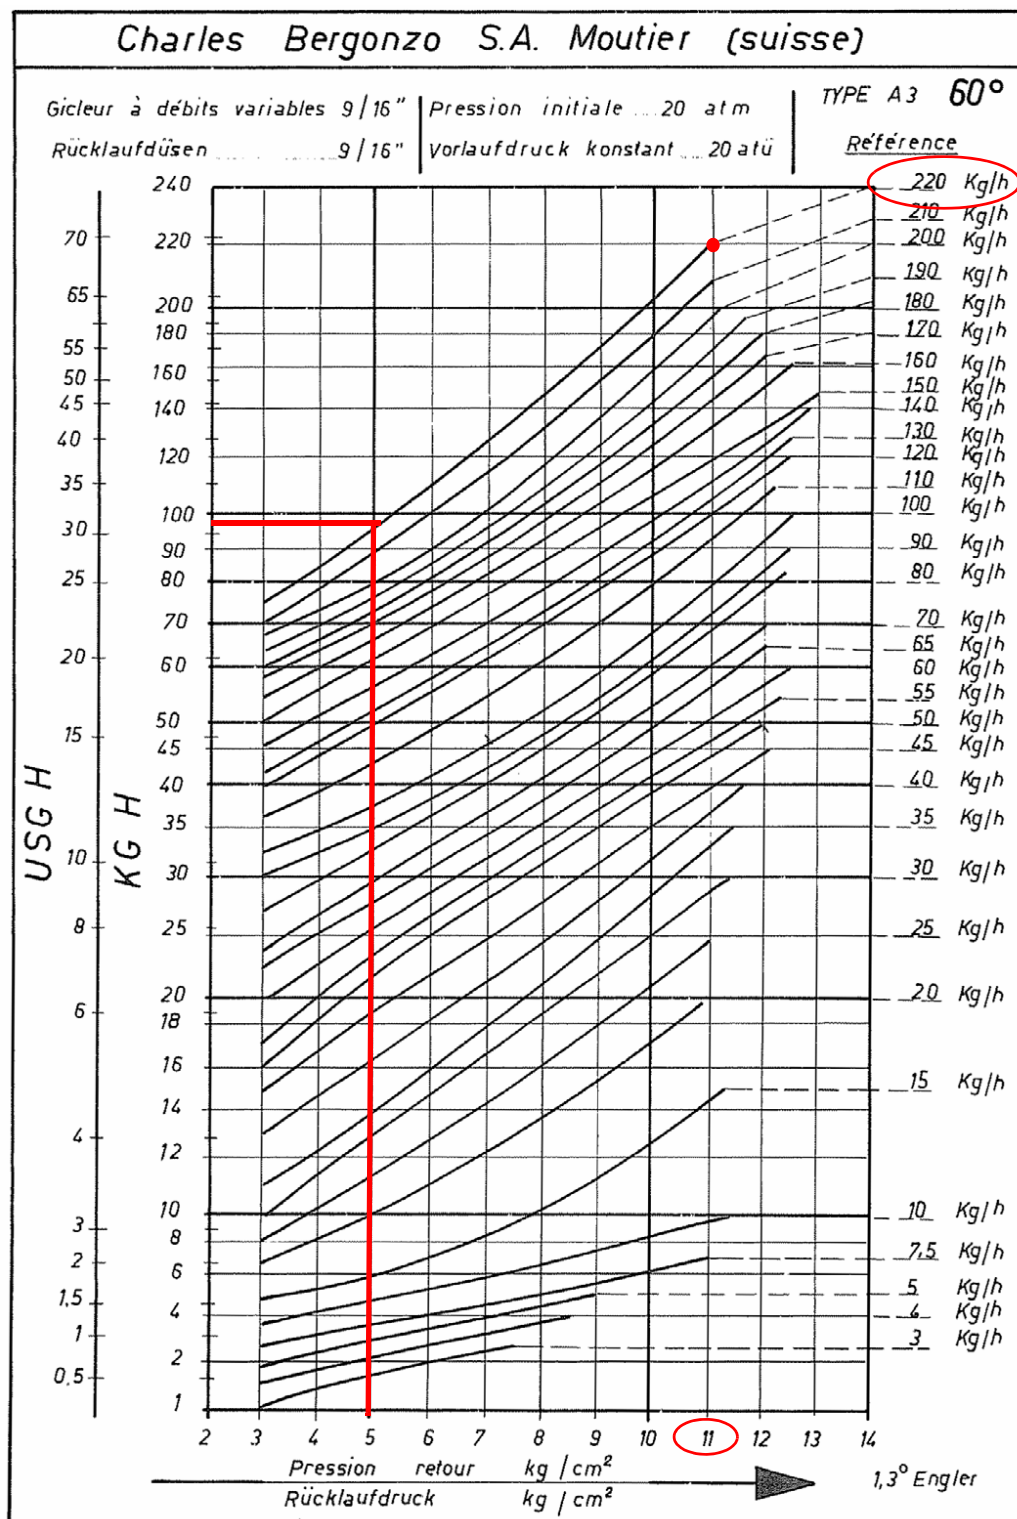

Рис. 33
Расход дизельного топлива регулируется за счет выбора форсунки (противопоточного типа), соответствующего мощности котла и типу применения размера, а также регулировки давления на прямом и обратном ходе жидкого топлива, согласно данных, указанных в таблице и на графике на Рис. 33 (для считывания давления - читайте последующие параграфы).
- 13 Сместить кулачок **V (STM30)** или **IV (SQM40)** (малое пламя на жидком топливе) в сторону минимальной мощности, с тем, чтобы сервопривод начал закрываться, до тех пор, пока два подшипничка не совместятся с регулировочным винтом, относящимся к самой низкой точке: закручивать винт **V2** для увеличения расхода, откручивать - для уменьшения, с целью получения значения давления, как на графике на Рис. 33, на основании требуемого расхода.